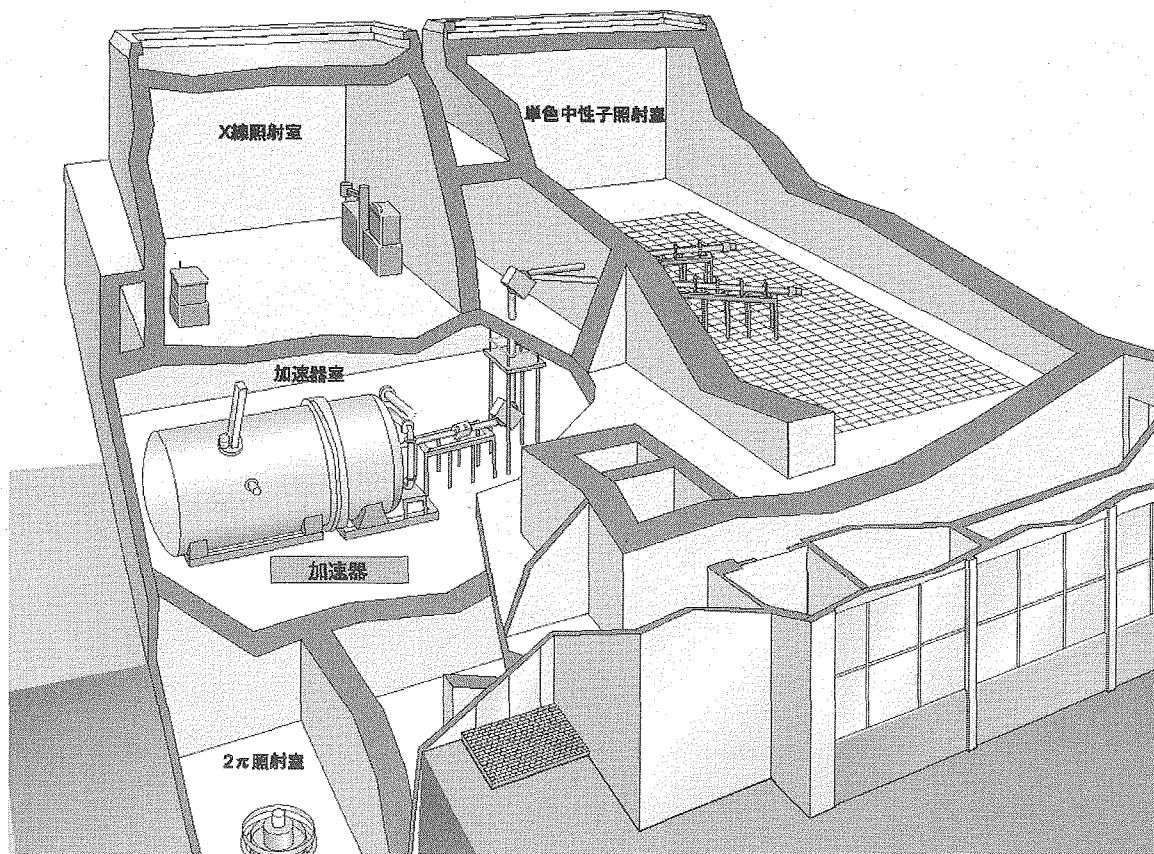

図1.1-1 放射線標準施設棟増設棟鳥瞰図
原子力科学研究所の放射線標準施設棟¹⁾は、昭和55年6月に竣工し、放射線測定器の γ (X)線、 β 線、中性子線に関する性能試験および校正に有効利用されてきた。しかし、大型加速器の研究開発が進み、より広範囲なエネルギーの中性子や高エネルギー γ 線に対する線量評価法や放射線防護技術の確立が求められてきた。そこで、平成12年6月に、既設の放射線標準施設棟の隣に増設棟(図1.1-1参照)を建設した。増設棟には、最大4MVでイオンを加速できるファン・デ・グラーフ型加速装置(以下「加速器」という。)が設置され、新たに単色中性子照射設備および高エネルギー γ 線照射設備を整備し中性子や高エネルギー γ 線の計測技術や線量評価法に関する研究・技術開発が推進されるとともに、これらの照射設備を用いた放射線測定器の新たな性能試験および校正が行われている。